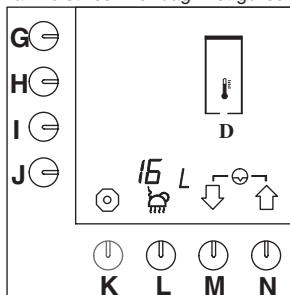

Fig. 53 Nulstilling af HW-systemets daglige tæller
- Tryk på valgknappen (M.)↓, indtil fig. 53 vises i displayet.